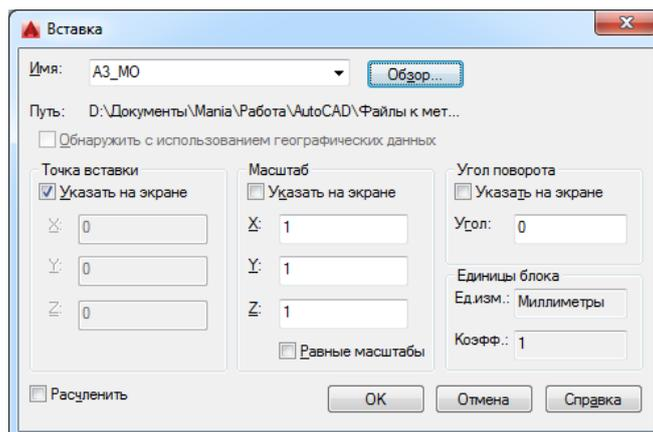

Рис.2.
- 4.1. Выберите на панели инструментов "Блок" на вкладке "Главная" команду *Вставка* или из меню *Вставка* ⇒ *Блок*. Откроется диалоговое окно **Вставка**, показанное на рис.2. Можно вставлять либо блок, либо файл. Блок рамки формата А3 со штампом находится в файле АЗ_МО.